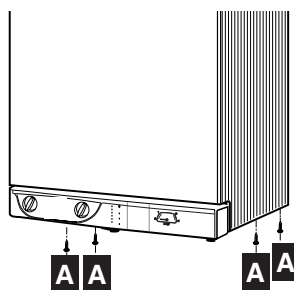

Fig. 9
- dévisser les 4 vis **A** (fig. 9) de fixation de l'habillage